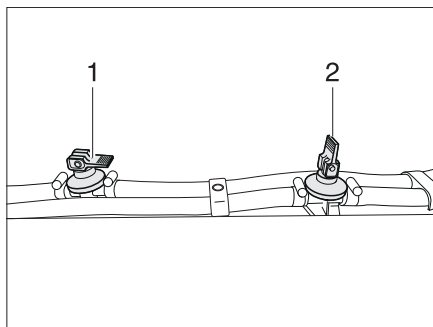

Fig. 376 Rubinetto di scarico
- Aprire tutti i rubinetti di scarico. A questo scopo posizionare verticalmente la leva a bilanciere (in Fig. 376,2).